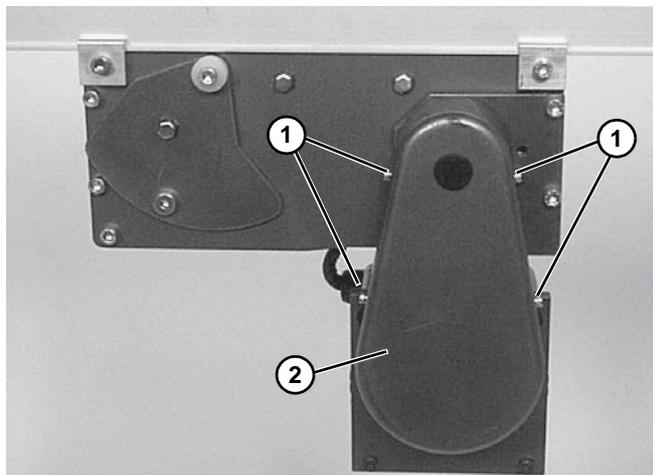

Figure 34
1. Retirer les vis du carter (**Figure 34, élément 1**) et retirer le carter (**Figure 34, élément 2**).